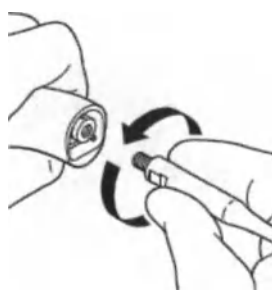

Рисунок 116 — Удаление насадки
7. Вручную снимите насадку с рукоятки (рисунок 116).